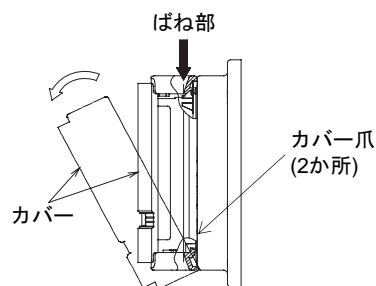

図10 カバーの着脱
- (1) センサのカバーをはずします(図10参照)。
- (2) リチウム電池上部の切り欠きに指を入れ、古いリチウム電池を引き抜きます。
- (3) 本体の電極表示(+と-)を確認して、新しいリチウム電池を入れます。
- (4) カバーを取り付けます。